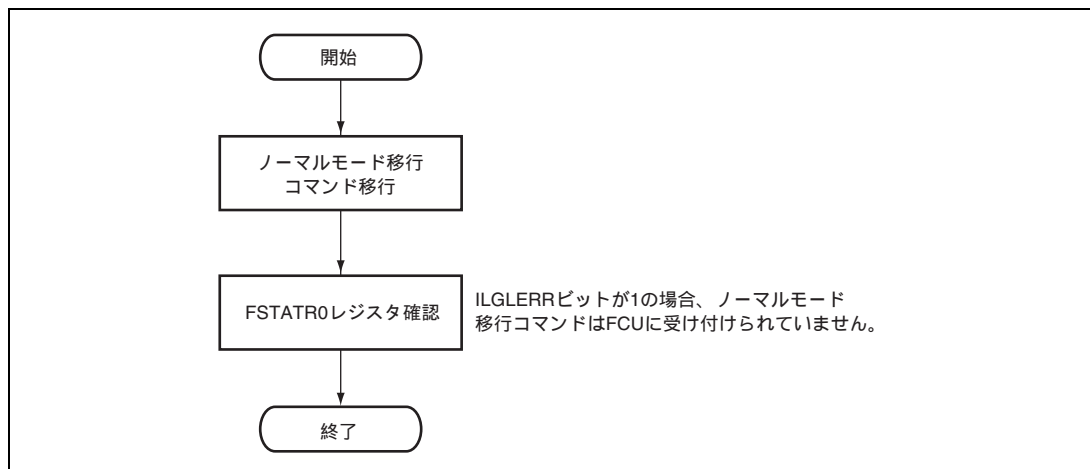

図 29.19 ROM P/E ノーマルモード移行コマンド使用方法
(6) ROM P/E ノーマルモード移行コマンド使用方法
ROM P/E ノーマルモードへの移行方法には、ROM リードモード時に FENTRYR レジスタを設定する方法 (「29.6.3 (1) FCU RAM へのファームウェア転送方法」を参照) と ROM P/E モード時にノーマルモード移行コマンドを発行する方法 (図 29.19) があります。ステータスリードモード移行、ロックビットリードモード移行コマンドの使用方もノーマルモード移行コマンドの使用法と同様です。